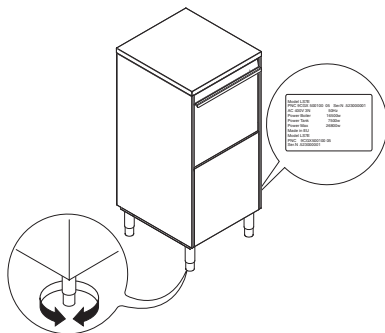

Fig. 5
La plaquette signalétique indique les données d'identification et techniques de la laveuse. Elle se trouve sur le panneau latéral droit de l'appareil (Fig. 5).
- Positionner la laveuse et la mettre à niveau en utilisant ses pieds réglables (Fig. 5).